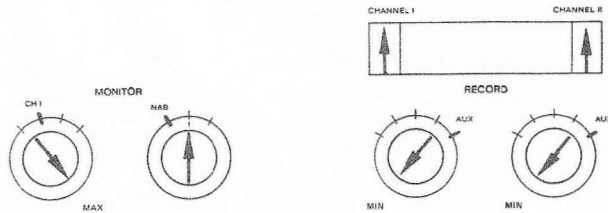

Bild 6.3.-53
- Bedienungselemente nach Bild 6.3.-53 einstellen.